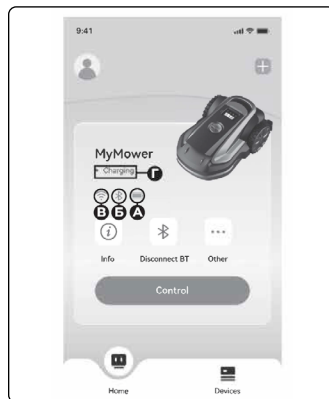

Рис. 34
9.10 Настройка основных функций (Рис. 34)